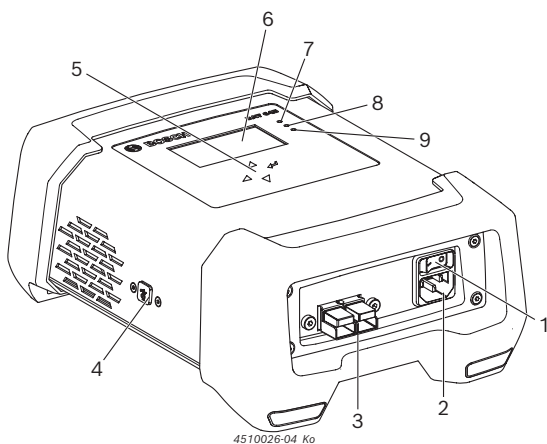

Fig. 1: Vedere frontală BAT 645
2. Porniți BAT 645 cu ajutorul întrerupătorului Pornit/Oprit (fig. 1, poz. 1).
- ⇒ LED-ul roșu (fig. 1, poz. 7) se aprinde în cazul în care bateria este conectată sau luminează intermitent dacă aceasta nu este conectată.